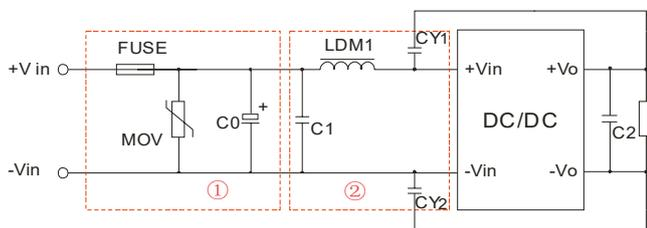

图 3
注:图3 中第①部分用于EMS测试;第②部分用于EMI滤波,可依据需求选择。